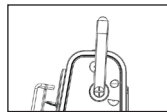

Bild 1
1. Ställ handtaget i upprätt läge efter upppackning.[Bild 1].